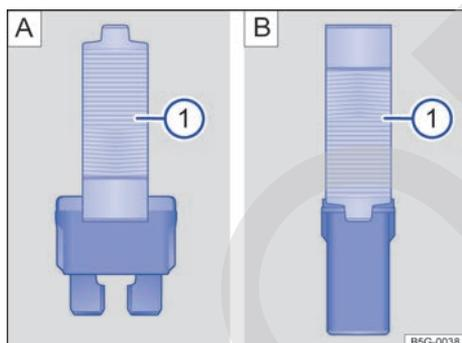

Fig. 185 Extraer o colocar el fusible con las pinzas de plástico: A Fusible enchufable plano. B Fusible tipo bloque.
- En función del tipo de fusible, desplace las pinzas correspondientes → fig. 185 A ⓘ ① o → fig. 185 B ⓘ ① lateralmente sobre el fusible.